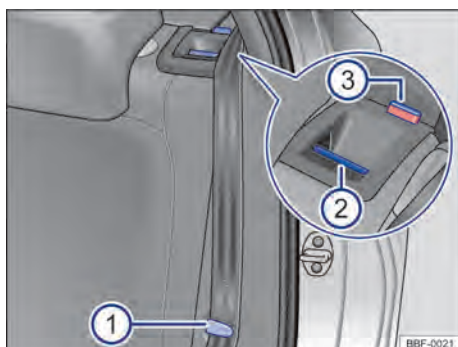

Fig. 63 En el respaldo del asiento trasero: tecla de desbloqueo.
- Encajar las bandas de los cinturones de seguridad en los alojamientos correspondientes en el guardacostas lateral → **fig. 63 ①**.
- Tirar de la tecla de desbloqueo → **fig. 63 ②** A hacia adelante y, al mismo tiempo, legar el respaldo del asiento trasero hacia adelante.
- La parte correspondiente del respaldo del asiento trasero estará desbloqueada cuando la marca roja → **fig. 63 ③** sea visible.
- La marca roja → **fig. 63 ③** ya no puede ser visible.